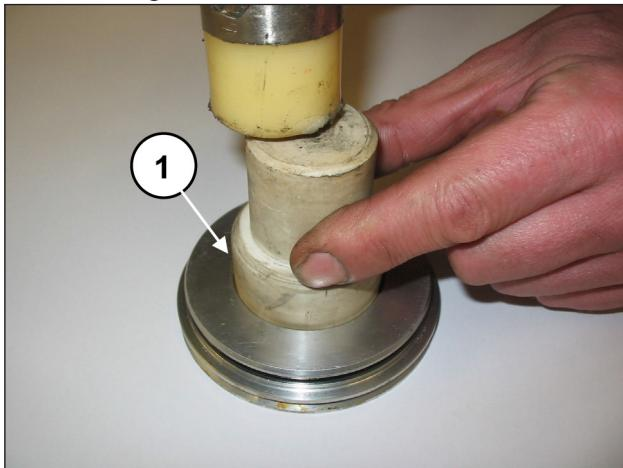

Abb. 5
Entfernen Sie den radialen Dichtring (Pos. ①, Abb. 5) und den äußeren O-Ring (Pos. ①, Abb. 6).